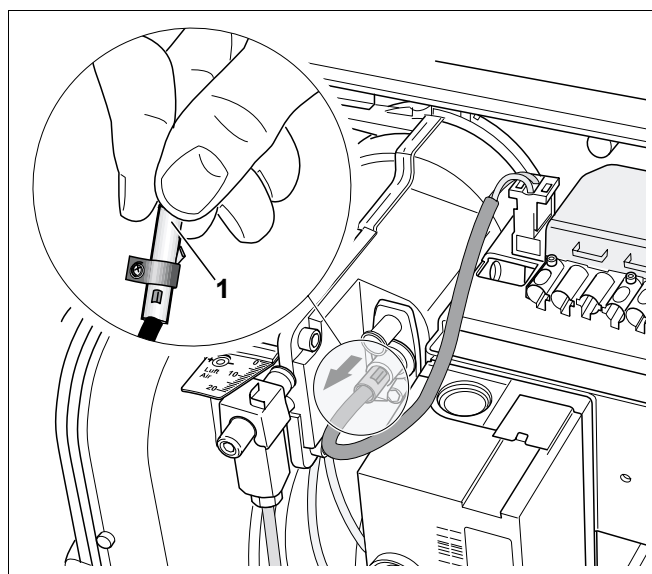

Рис. 14 Проверка работы датчика пламени
- При работающей горелке вынуть датчик пламени, взяв его за предусмотренную для этого ручку (рис. 14).
- Перекрыть датчик пламени (рис. 14, поз. 1). После повторного запуска должно произойти отключение из-за неисправности.